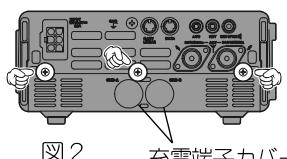

図2 充電端子カバー
- 本体背面にある3本のビスを外し(図2参照)、FT-897D本体の底面ケースを外します。
- 充電端子カバー(図2参照)を取り外します。